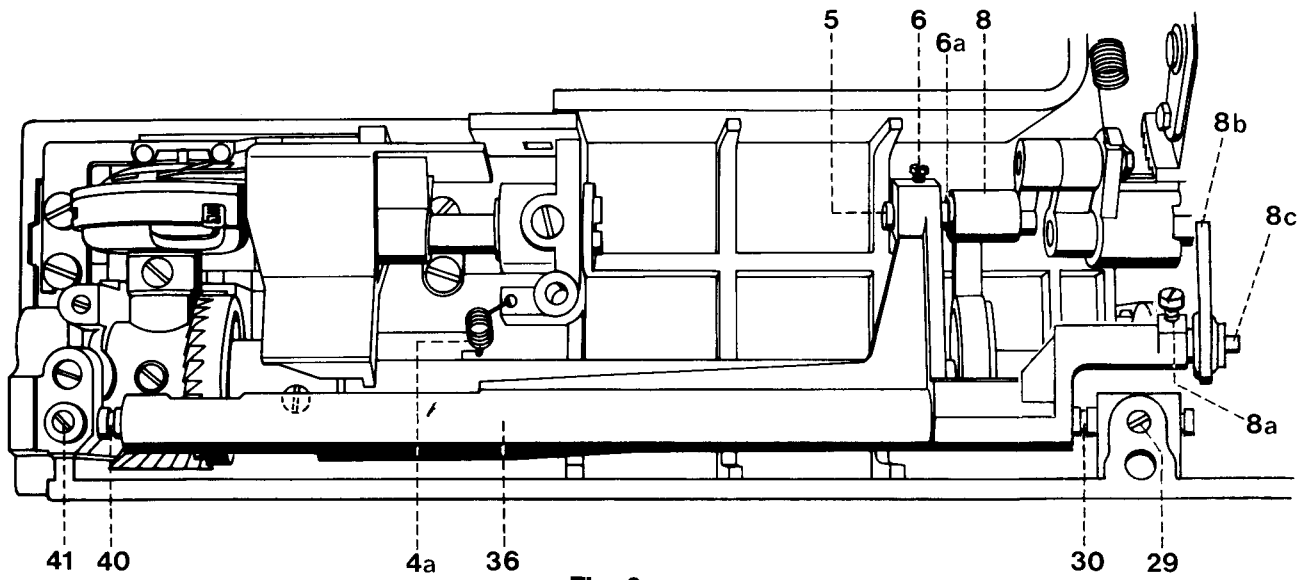

Fig. 2a
- Install pin 5 (Fig. 2a).
- Desserrer la vis 8a (fig. 2a).